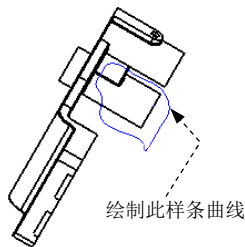

图 11.2.16 绘制剖视图的边界线
② 在系统  **在当前视图上草绘样条来定义外部边界。** 的提示下，直接绘制图 11.2.16 所示的样条曲线来定义部分视图的边界，单击 **应用** 按钮。